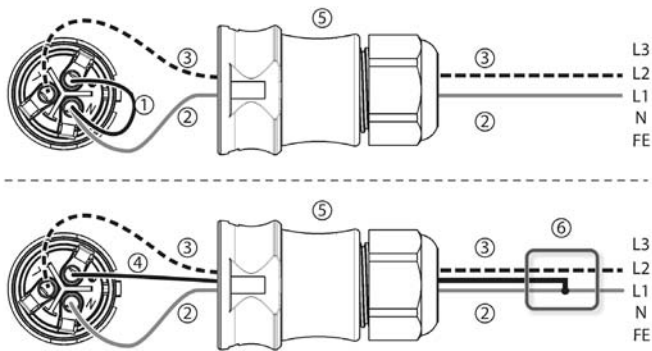

Figura 24
- N ed L vengono collegate dal lato dell'inverter tra i conduttori esterni L1 – L2. Vedere ② e ③ nella Figura 24.
- La Figura 24 mostra un esempio di collegamento lato inverter di L1 ed FE: in alto: collegamento ① nel connettore CA ⑤ in basso: collegamento ④ nel sottodistributore esterno ⑥
- Figura 24 come sopra.
- Collegare dal lato inverter una delle due fasi collegate con FE. Stabilire il collegamento o nel connettore CA o in un sottodistributore esterno; a tal proposito, vedere la Figura 24.